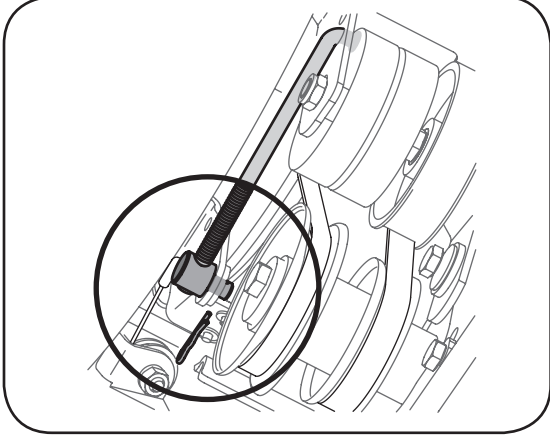

Figure 26
4. Retirez la goupille fendue et la rondelle plate de la virole pour dégager la tige de tension de la tarière du support du frein, comme à la Figure 26.